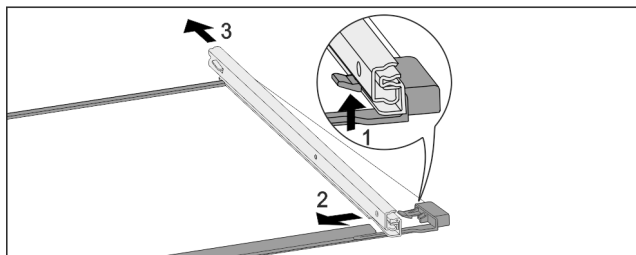

Fig. 149 Tablette en verre avec rails
- Pousser le crochet d'enclenchement avant vers le bas. Fig. 149 (1)
- Pousser le rail télescopique vers le côté Fig. 149 (2) et vers l'arrière Fig. 149 (3).